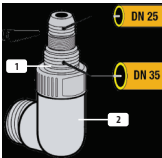

Рисунок 9
- Ввинтите соединительный колечный шланг (1) в выпускное отверстие насоса согласно рис. 9.
- Ввинтите ниппель (2) в соединительное кольцо (1).
- Ниппель (2) должен иметь $\geq 35 \text{ мм}$ или $\geq 25 \text{ мм}$. Если вы используете шланг $\geq 35 \text{ мм}$, используйте перфорацию чашки можно избежать насосом.